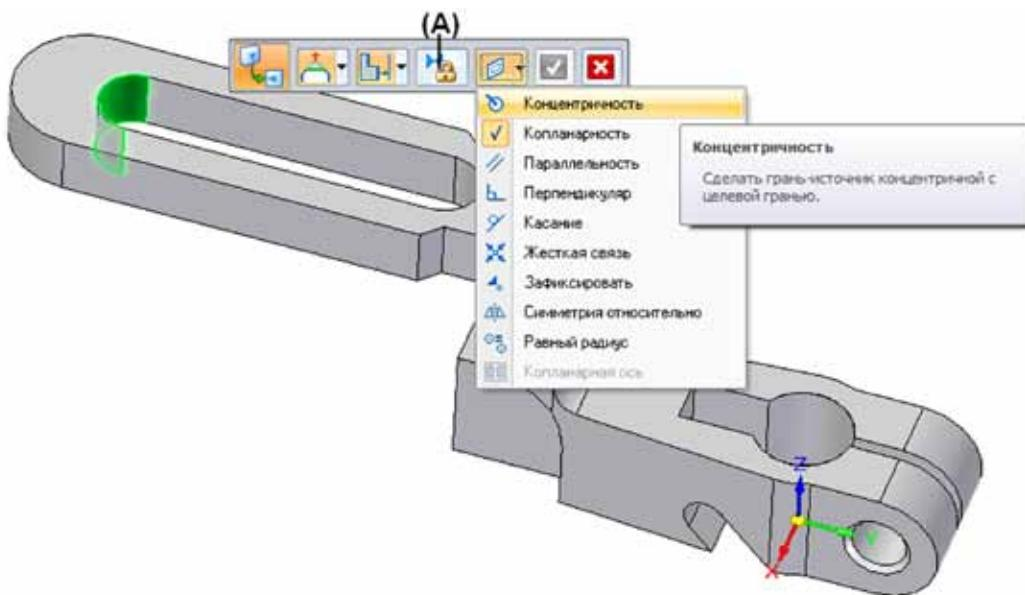

Рисунок 55. Добавление связей между гранями модели
- Задание геометрических связей между гранями.** Эта возможность позволяет добавлять в модель геометрические связи между различными гранями. Процесс аналогичен процессу параметризации эскиза в 2D: конструктор выбирает управляемую грань, затем указывает тип связи и щелкает на управляющую грань. Доступен достаточно широкий набор связей: концентричность, копланарность, параллельность/перпендикулярность, касание, фиксация, жесткая связь, симметрия, равный радиус, копланарные оси (Рисунок 55). Добавим сюда возможность задания размерных связей
Для этого требуется всего лишь нажать соответствующую кнопку в Панели быстрого доступа (Рисунок 55, (A)). Очень важной особенностью механизма добавления связей является то, что связи можно добавлять и между двумя разными деталями в сборке. Достаточно лишь активировать редактируемую деталь по месту и выбрать нужную связь для добавления.